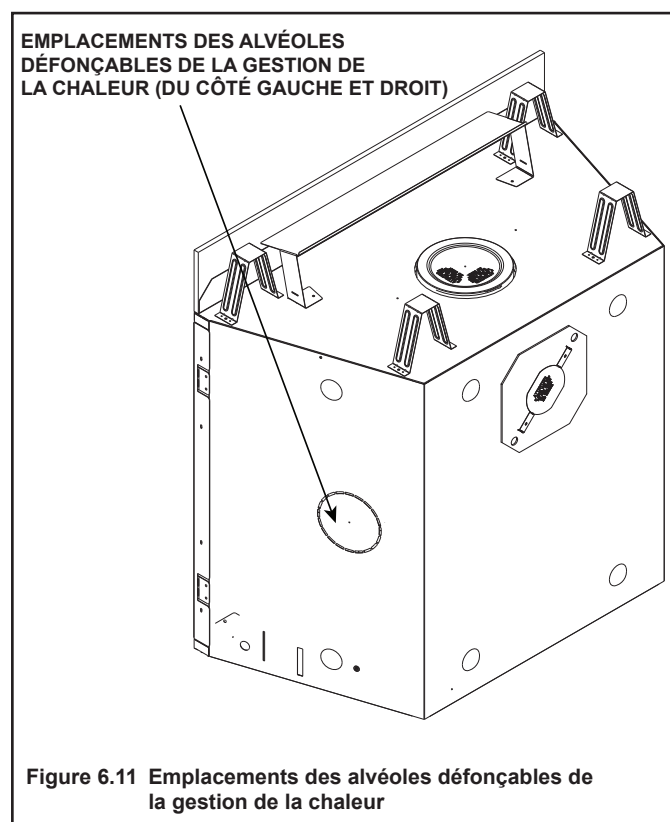

Figure 6.11 Emplacements des alvéoles défonçables de la gestion de la chaleur
- Localisez les orifices d'accès du système de gestion de la chaleur à gauche et à droite de l'appareil. Il faut installer un ou deux ensembles Heat-Zones® au gaz. Retirez l'alvéole défonçable du foyer et jetez-la. Voir la figure 6.11.